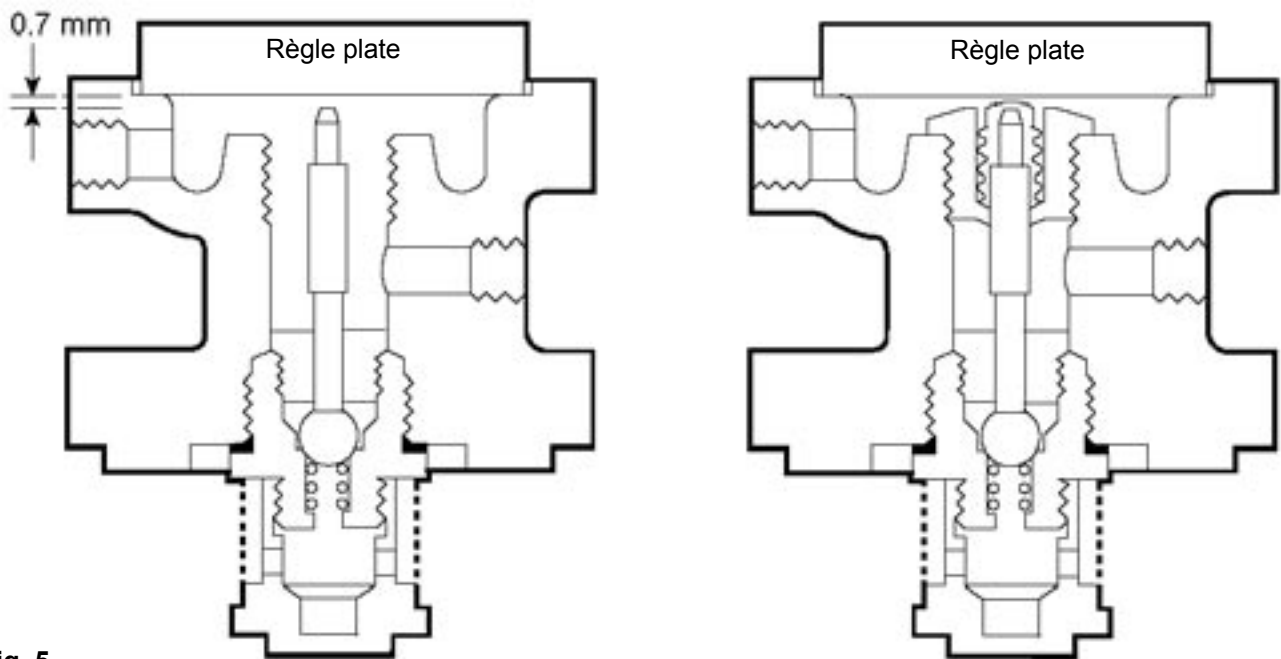

Fig. 5
2. Desserrer le contre-écrou (2) et tourner la vis de réglage (1) dans le sens inverse des aiguilles d'une montre jusqu'à ce que le ressort soit relâché.
3. Déposer la rondelle "C" (3) d'en dessous du contre-écrou et déposer le couvercle (12).
4. Déposer le ressort de réglage (6) et le disque de contact supérieur (5).
5. Dévisser les écrous 4 x M10 (8) et déposer le carter de ressort (4), le disque de contact inférieur (7) et les membranes de clapet-pilote (9) après avoir relevé leurs sens d'installation.
6. Dévisser les raccords union (27C), le raccord de prise d'impulsion (29) et déposer le tube de contrôle en acier inoxydable de 6 mm.
7. Dévisser les 4 écrous (21) et déposer le corps porte-pilote (10) et veiller à ce que le ressort (16) reste en position sur le clapet principal (17).
8. A l'aide d'une clé à douille 27 mm S/P, dévisser le siège du clapet-pilote (13) avec la crépine du clapet-pilote (14A) et déposer le poussoir de clapet-pilote (11).
10. Avec le joint à soufflet démonté, visser le nouveau clapet-pilote (13) et serrer jusqu'à 115 N m.
11. Insérer maintenant le poussoir du clapet-pilote (11) par le dessus du corps porte-pilote et vérifier si la lumière entre le bout du poussoir et la règle droite, mise sur le logement de la membrane auxiliaire, est bien de 0,7 mm (voir fig. 5).
13. Vérifier s'il reste effectivement une faible lumière entre la règle droite, mise sur le logement de la membrane auxiliaire, et le dessus du joint à soufflet comprimé (voir fig. 5).
14. Avant de remonter le déverseur, s'assurer que toutes les portées de joints soient bien propres et que le ressort du clapet principal (16) soit positionné correctement.
15. Mettre le nouveau joint (15) et monter le corps porte-pilote. Serrer les quatre écrous (21) à l'aide d'une clé et serrer selon couple donné dans le tableau 1.
16. Remettre le tube d'impulsion et la tuyauterie de contrôle en acier inoxydable. Serrer les raccords (27C) et (29) jusqu'à ce qu'ils soient étanches à la vapeur.
17. Remettre les deux membranes auxiliaires (9). Vérifier qu'elles soient dans leur position d'origine et que toute les surfaces de contact soient propres. **Si nécessaire, les deux membranes auxiliaires seront remplacées par des neuves.**
18. Remettre le disque de contact inférieur (7) et fixer le carter du ressort de réglage. Serrer les quatre écrous (8) jusqu'à 50 N m.
19. Placer le ressort de réglage (6) et le disque de contact supérieur (5) et tourner la vis de réglage (1) jusqu'à ce qu'elle touche le disque de contact supérieur. Remonter le couvercle (12) et la rondelle "C" (3).